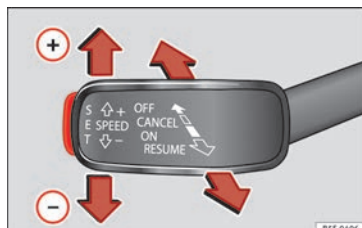

Fig. 33 Voir emplacement sur la Fig. 3
• Connecter le GRA : placez le troisième levier sur **ON** » fig. 33. Le système se met en marche mais il n'effectue aucune régulation car aucune vitesse n'a été programmée.
• Activer le GRA : appuyez sur le bouton **SET** » fig. 33. La vitesse est mémorisée et maintenue.
• Déconnecter le GRA temporairement : déplacez le levier en position **CANCEL** » fig. 33 et relâchez ou appuyez sur la pédale de frein. Le réglage est désactivé temporairement.
• Reconnecter le GRA : déplacez le levier en position **RESUME** » fig. 33 puis relâchez-le. La vitesse mémorisée sera de nouveau enregistrée et régulée.
• Déconnexion du GRA : déplacez le troisième levier sur la position » fig. 33 à **OFF**. La vitesse mémorisée est effacée et le système est déconnecté.